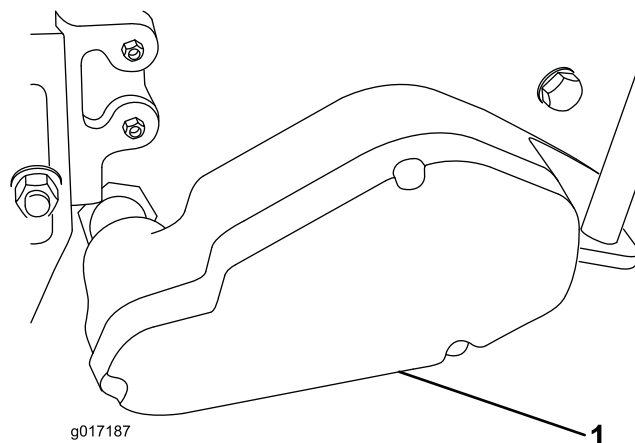

Figura 10
25. Installate il coperchio sull'alloggiamento con 3 nuove viti a brugola e le rondelle di bloccaggio in dotazione nel kit (Figura 10).